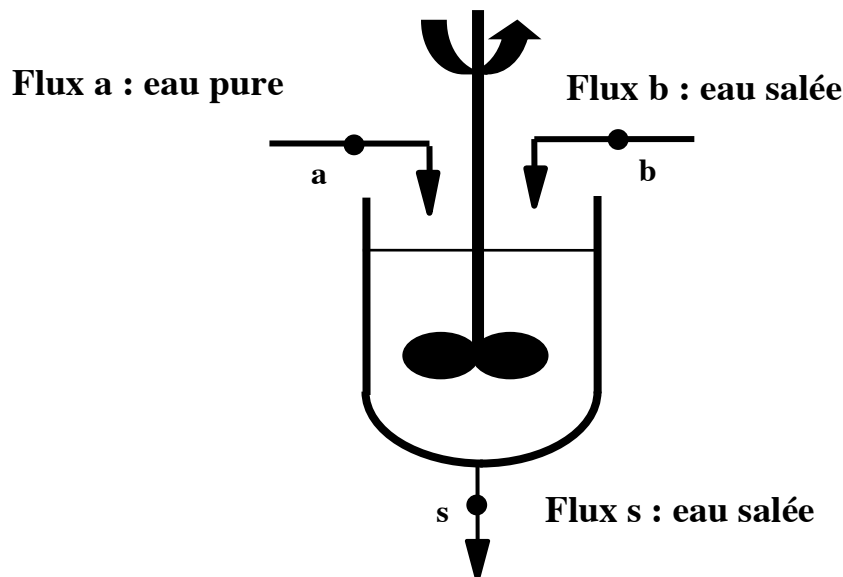

Figure 3
4. On considère le dispositif schématisé figure 3 : il s'agit d'un mélangeur fonctionnant à $25 \text{ }^\circ\text{C}$ en régime stationnaire. Il reçoit en entrée deux flux de matière a et b et on soutire le flux s. Les flux d'entrée sont définis comme :